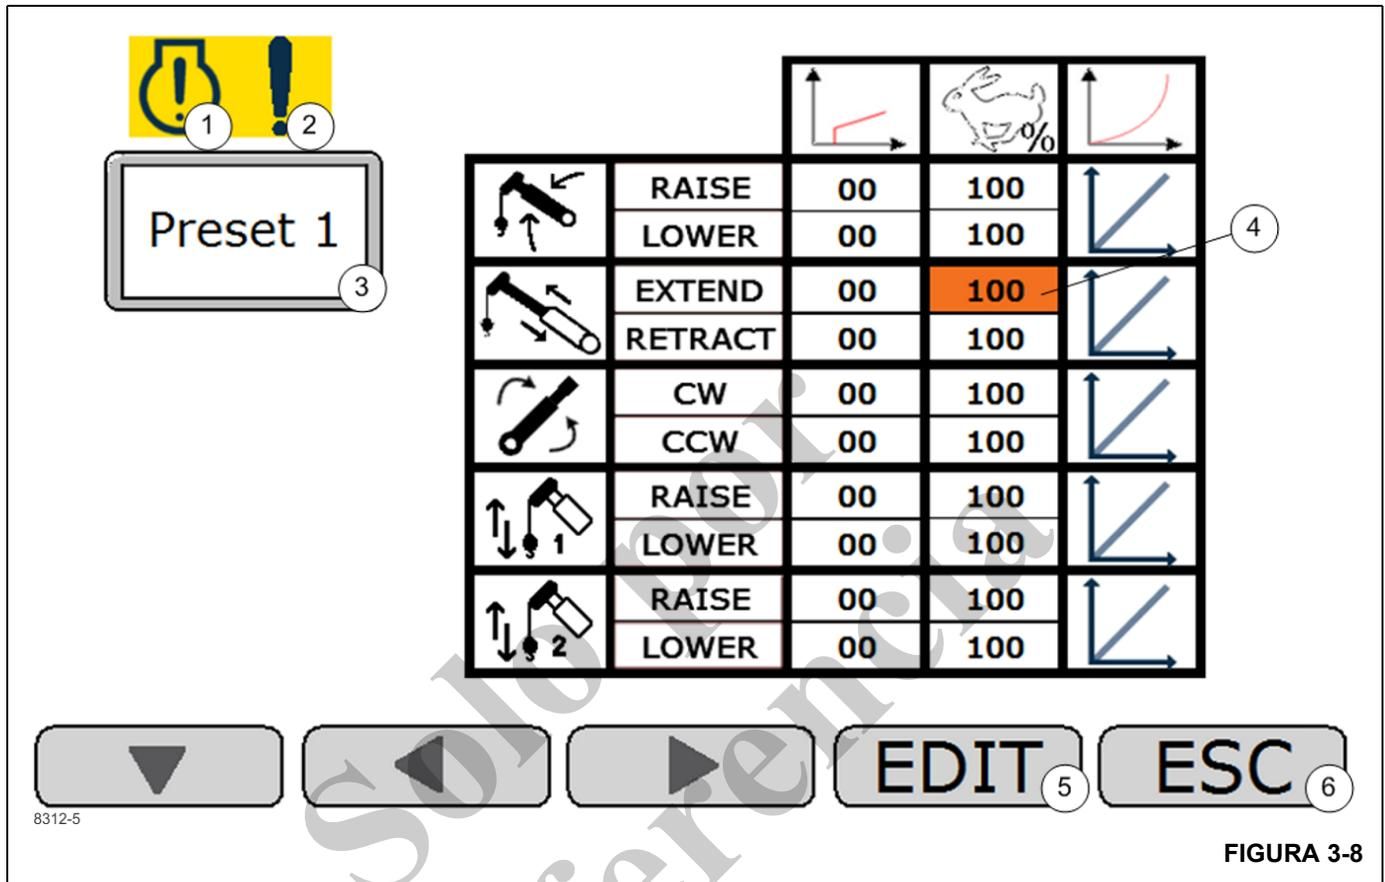

FIGURA 3-8
Vista 2 de modificación de preajustes (Figura 3-8)
**Indicador de falla de motor activa (1) (Figura 3-8)**